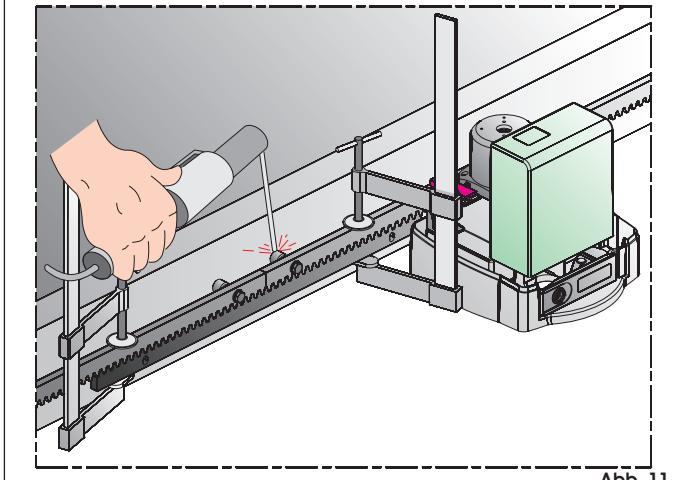

Abb. 11
8. Ein weiteres Element der Zahnstange an das zuletzt befestigte Element ansetzen und dabei ein Stück der Zahnstange verwenden, um die Zahnnung der beiden Elemente abzurichten (Abb. 11).
9. Den Flügel mit der Hand in Richtung der Schließposition schieben, bis das Ritzel mit dem dritten Distanzstück des zu befestigenden Elements erreicht ist (Abb. 11).